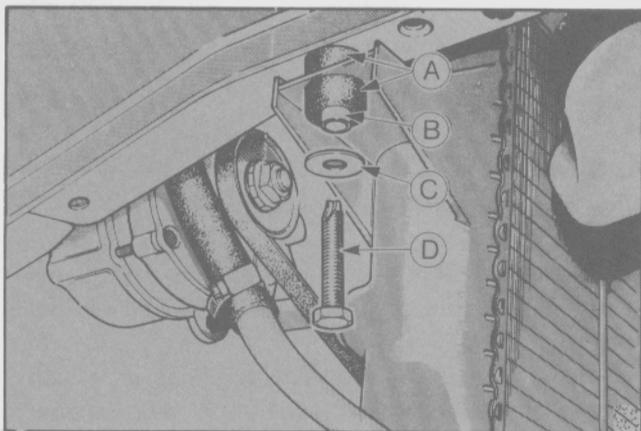

Fig. 12 - Desmontaje del radiador.
- Retirar los tornillos inferiores de radiador a largueros de carrocería. (Fig. 12).